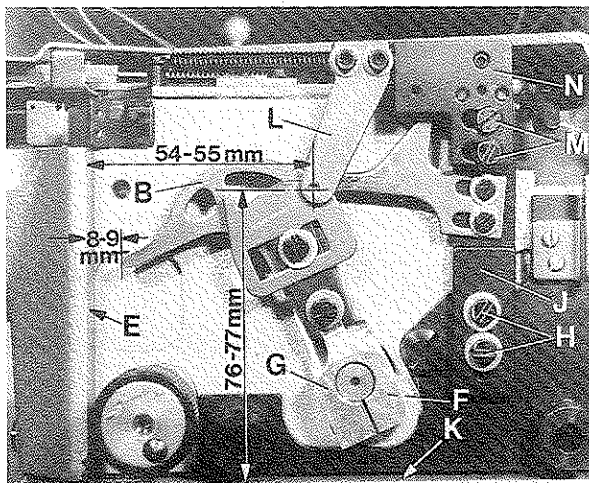

Fig. 21
2. Turn handwheel until the take-up cams (B, Fig. 21) are at their extreme position to the left. In this position, the distance between the tips of the take-up cams (B) and the edge (E) of the bed casting should be 8 to 9 mm (5/16 to 23/64 in.) (see Fig. 21). For setting loosen screw (F) and adjust rocker (G) accordingly. Retighten screw (F).
3. Loosen the two screws (H, Fig. 21) and set the cast-off bracket (J) so that the distance between top surface (K) of the bed base plate and the center of the eyelet in thread guide (L) is 76 to 77 mm (3 to 3 1/32 in.) (see Fig. 21). Retighten screws (H).
4. Loosen the two screws (M, Fig. 21) and move thread guide holder (N) to the right or left until the distance between edge (E) of bed casting and the center of the eyelet in thread guide (L) is 54 to 55 mm (2 1/8 to 2 11/64 in.) (see Fig. 21). Retighten screws (M).
2. Drehen Sie am Handrad bis die Abzugskurven (B, Fig. 21) in ihrer linken Endstellung sind. In dieser Stellung soll zwischen den Spitzen der Abzugskurven (B) und der Kante (E) am Gehäuseguß ein Abstand von 8 bis 9 mm sein (siehe Fig. 21). Lösen Sie zur Einstellung die Schraube (F) und justieren Sie den Schwinghebel (G) entsprechend. Ziehen Sie die Schraube (F) wieder an.
3. Lösen Sie die beiden Schrauben (H, Fig. 21) und stellen Sie den Halter für Abzug (J) so, daß zwischen Oberfläche (K) der Gehäuse-Grundplatte und Mitte Öse der Fadenführung (L) ein Abstand von 76 bis 77 mm ist (siehe Fig. 21). Ziehen Sie die Schrauben (H) wieder an.
4. Lösen Sie die beiden Schrauben (M, Fig. 21) und schieben Sie den Halter für Fadenführungen (N) nach rechts oder links bis der Abstand zwischen der Kante (E) am Gehäuseguß und Mitte Öse der Fadenführung (L) ein Abstand von 54 bis 55 mm ist (siehe Fig. 21). Ziehen Sie die Schrauben (M) wieder an.